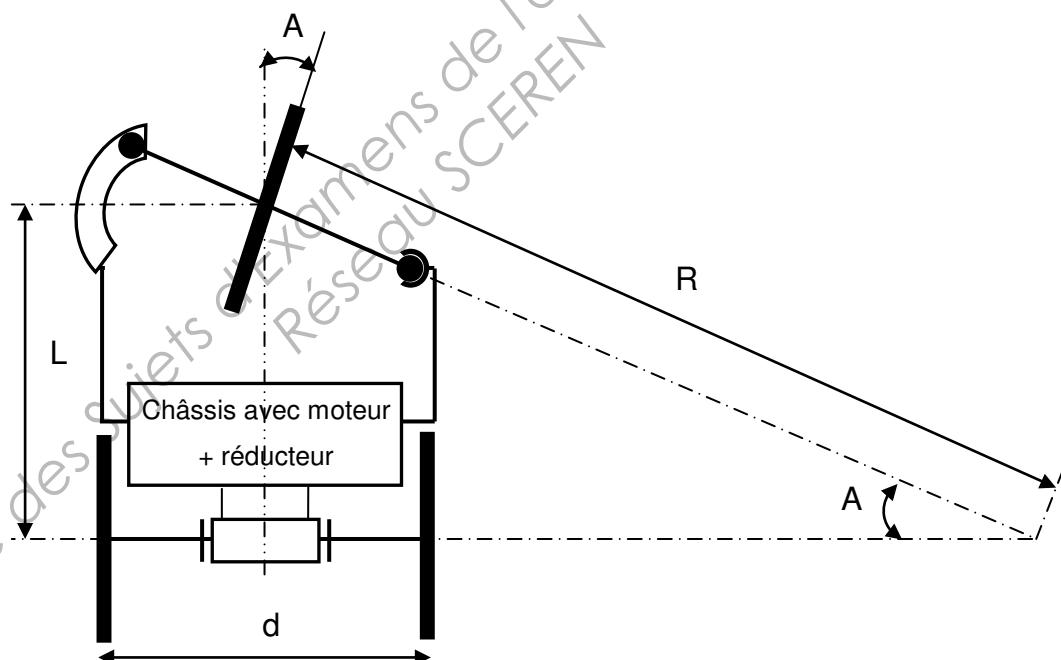

FIGURE 13
E.1.2 Déterminer la relation entre le rayon de braquage R , l'empattement L de la voiture et l'angle A , en vous aidant de la figure 13.